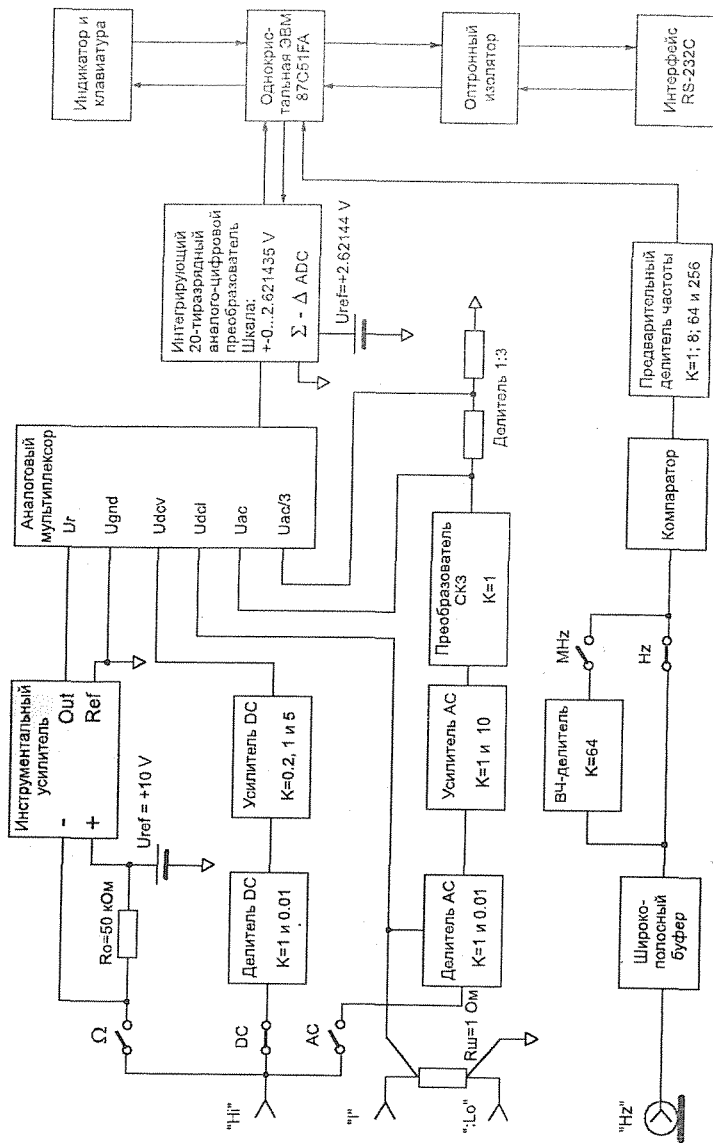

Рис.5.1
5.1. Устройство прибора иллюстрирует структурная схема, показанная на рис.5.1. В состав прибора входят узлы, обеспечивающие измерение, обработку и выдачу данных, прием сигналов управления. Общим узлом при измерениях сигналов постоянного и переменного токов являются аналого-цифровой преобразователь, на вход которого через аналоговый мультиметр подаются сигналы от различных источников. В режиме измерения постоянного напряжения "DCV" сигнал приводится к шкале АЦП (теоретическое значение шкалы - ± 2.621435 В) двухступенчатым входным делителем (с коэффициентом передачи $K = 1$ и $0,01$) и усилителем постоянного тока, УПТ, (с коэффициентами передачи $K = 0,2$; 1 и 5). Комбинацией состояний входного делителя и УПТ образуется шесть пределов измерений (" 0.5 В", " 2.5 В", " 12.5 В", " 50 В", " 250 В" и " 1250 В").